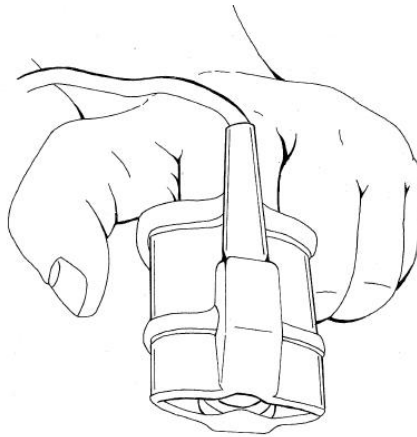

Bild 15: Ausrichtung des Softtip zum Finger
- (65) Wie in Kapitel 1.3. erwähnt, dürfen nur Fingerclip-Sensoren von medicap verwendet werden. Diese sind latexfrei. Es besteht die Möglichkeit, den Sensor mit einem 1,2 m langen Verlängerungskabel zu verlängern. Die Verwendung eines zweiten Verlängerungskabels ist nicht zulässig.
- (66) Die Fingerclips haben auf der Oberseite eine Markierung oder Struktur, die den Nagel des Fingers darstellt und somit eine visuelle Unterstützung zum Anlegen darstellt. Bild 15 zeigt die richtige Ausrichtung des Fingerclips zum Finger
- (67) Nun muss der Fingerclip noch bis zum Anschlag (siehe Bild 15) über den Finger gezogen werden. Als geeignete Finger haben sich der Zeigefinger, der Daumen oder der kleine Finger herausgestellt. Ferner ist es im Einzelfall auch möglich, den Fingerclip auf den großen Zeh zu setzen wie in Bild 16 zu sehen ist.